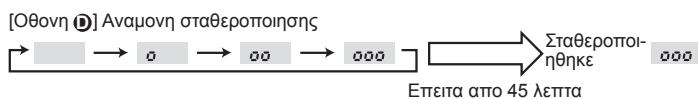

Fig. 8-3
- ③ Πατήστε το κουμπί **FILTER** (←) για να επιβεβαιώσετε τη ρύθμιση. (Fig. 8-3)